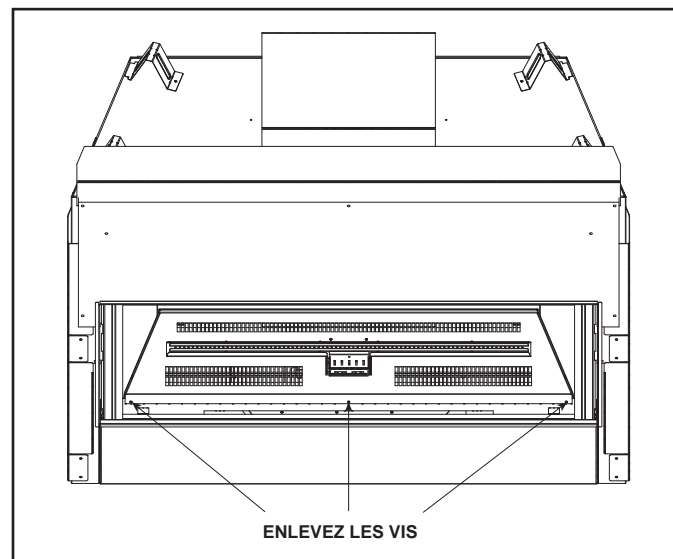

Figure 16.3 Enlevez le plateau médias
2. Enlevez le plateau médias en enlevant trois vis situées sur le rebord frontal du plateau médias. Voir la Figure 16.3.